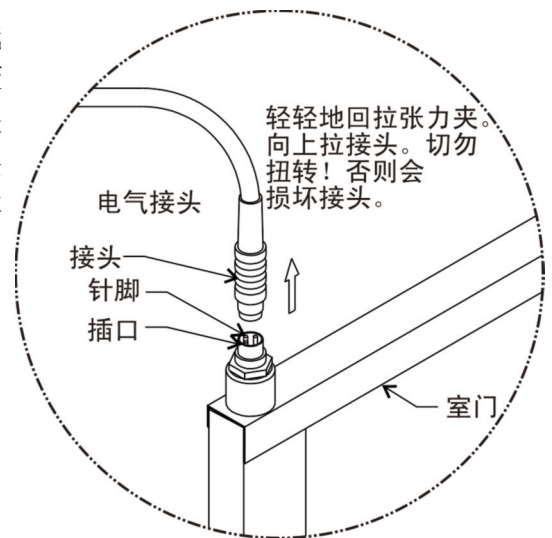

图 5-12. 接头
6. 见图 5-12。加热器连接线的接头采用的是黄色橡胶材质，当向上撬起张力夹后，您可以看到这个接头（如图所示）。请参见本手册附录 A 中的接头制造商说明。
10. 套管的肩部应当朝上，如示意图 B 所示。将黑色塑料套管安装在刚刚卸除的折页中，此折页将成为反转后的室门的上折页。请参阅图 5-12。